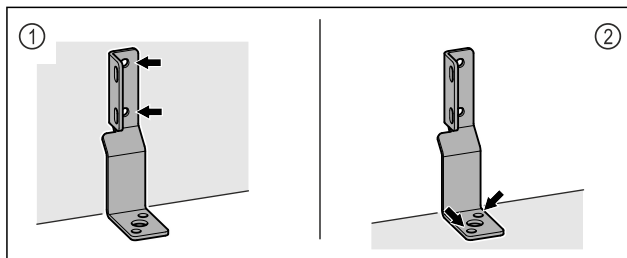

Fig. 8
- ▶ Upevněte úhelník na stěnu Fig. 8 (1) nebo podlahu Fig. 8 (2).